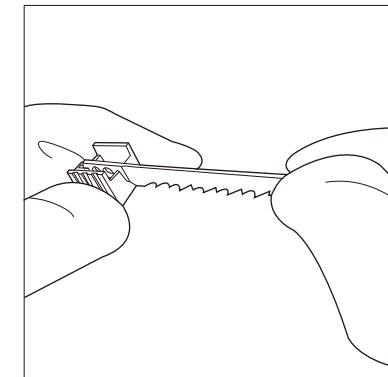

図3
- ①取り付けと同じくブレード固定ネジを緩めてからブレードを引き抜いてください。ご購入直後はクランプの溝が狭くブレードが抜けにくい場合があります。その場合はブレード固定ネジを完全に外し、ブレードクランプごと外に出してからブレードクランプからブレードを外してください。
- (図3参照)